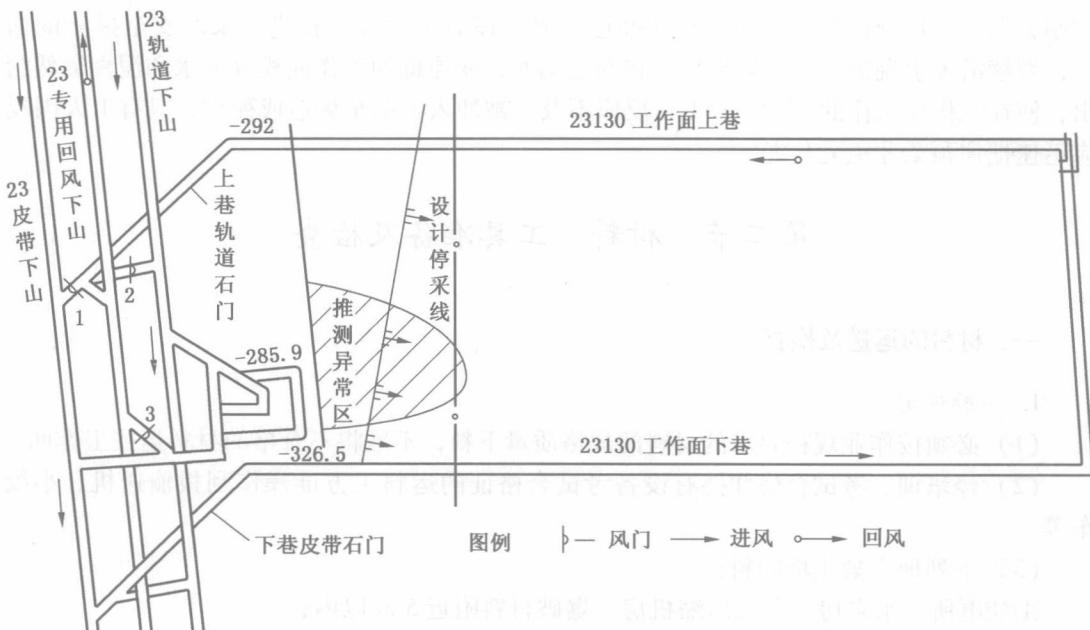

图 1-2 23130 炮采工作面示意图
1. 工作面发生火灾、瓦斯爆炸、煤尘爆炸事故时的避灾路线（图 1-2）